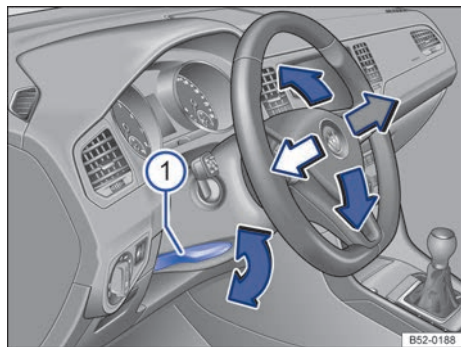

Fig. 82 Debajo del volante, en el guarnecido de la columna de dirección: palanca para el ajuste manual de la posición del volante.
- Tire hacia abajo de la palanca → fig. 82 ①.
- Después del ajuste, presione siempre la palanca → fig. 82 ① firmemente hacia arriba para que no se modifique la posición del volante accidentalmente durante la marcha.